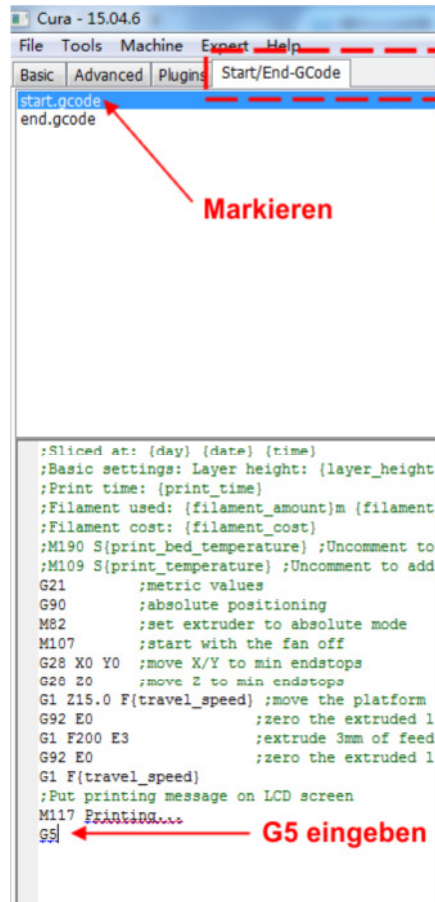

Abbildung 33
- Wenn Sie diese Funktion zum ersten Mal verwenden, müssen Sie dem start.gcode "G5" hinzufügen (siehe **Abb. 33**). Speichern Sie dann das Modell als GCode-Datei mit "File" → "Save GCode..." auf der SD-Karte.